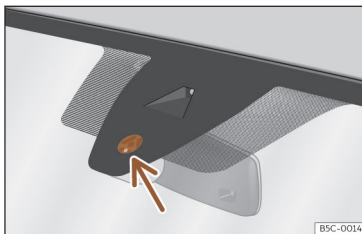

Fig. 97 Superfície sensível do sensor de chuva.
As possíveis causas de anomalias e interpretações errôneas *na zona da superfície sensível* >>> **Fig. 97** do sensor de chuva são, entre outras:
- **Sujidade:** o pó seco, a cera, o revestimento dos vidros (efeito lótus) ou os restos de detergente (lavagem automática) podem diminuir a eficácia do sensor de chuva ou fazer com que reaja mais tarde, mais lentamente ou que não funcione. Limpe regularmente a superfície sensível do sensor de chuva >>> **Fig. 97** (seta) e verifique possíveis danos nas escovas.